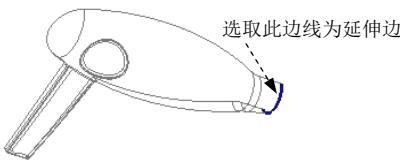

图 8.13 选取延伸边
(2) 选取图 8.13 所示的边线为延伸边。
(3) 单击 **分型面** 功能选项卡 **编辑** ▾ 区域的 **延伸** 按钮，此时出现 **延伸** 操控板。
(4) 将坯料取消遮蔽。
(5) 选取延伸的终止面。